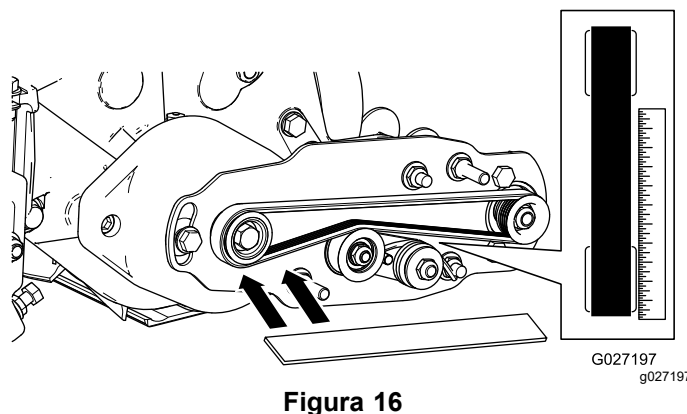

Figura 16
- Coloque una regla contra la cara exterior de la polea **motriz** (Figura 16). **No ponga la regla** sobre ambas poleas, motriz y arrastrada.